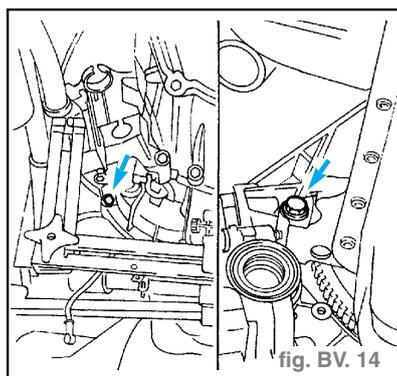

fig. BV. 14
- Dévisser les vis inférieures de fixation BV - moteur. (fig. BV. 14)